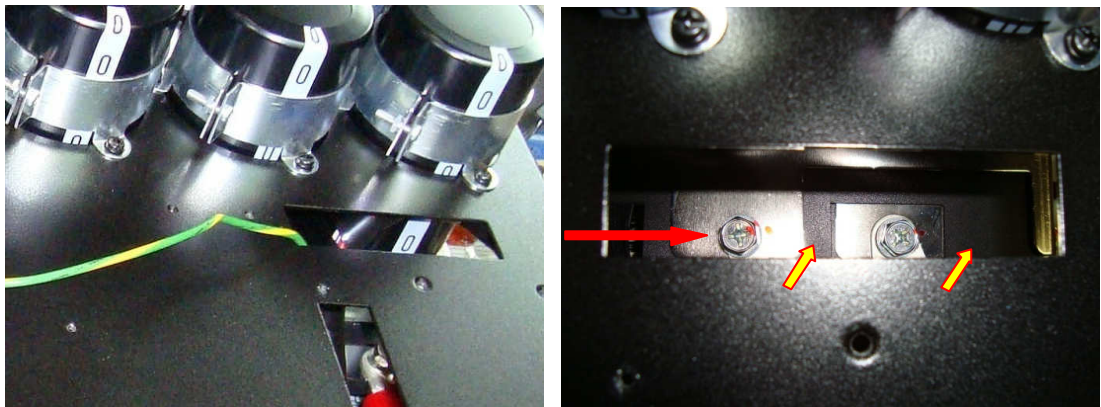

Рис. 6.15
6.10.3. Выкрутить 2 винта (рис. 6.15, желтые стрелки) и положить их в тару.